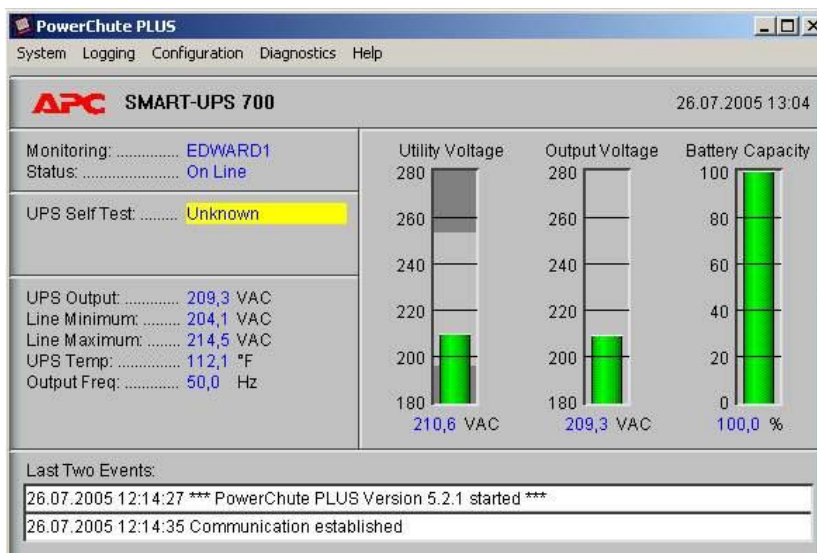

Рис. 8.5—12 Конфигуратор программы «PowerChute plus»
1. Запустить конфигуратор программы «PowerChute plus», выбрав **Пуск->Программы->PowerChute plus->PowerChute plus** (Рис. 8.5—12).
2. Выбрать пункт меню **Configuration->Event Actions...** (Рис. 8.5—12). Появится диалоговое окно (Рис. 8.5—13) в левой части которого перечислены события, на которые можно назначить различные реакции (правая часть окна).